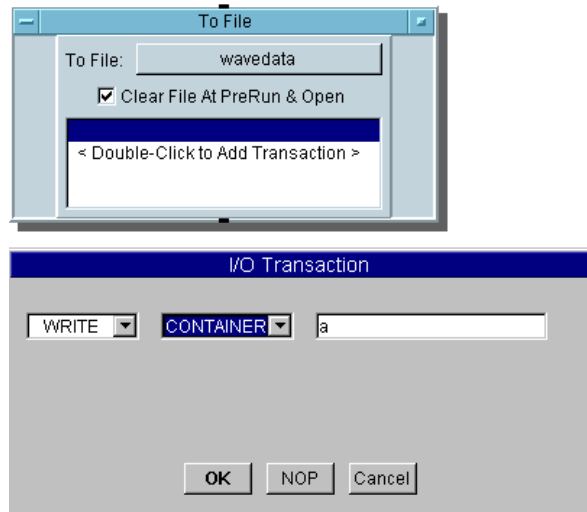

図 2-10. I/O トランザクションの選択
3. データを書出すには、Double-Click to Add Transaction のラベルが付いた領域をダブルクリックします。図 2-10 のダイアログ・ボックスが表示されます。[TEXT] フィールド (または右側の矢印) をクリックしてデータ型のドロップダウン・リストを表示し、[CONTAINER] をクリックします。[OK] をクリックします。[I/O Transaction] ダイアログ・ボックスで [OK] をクリックすると、To File オブジェクトに入力ピン「a」が自動的に追加されることを確認してください。